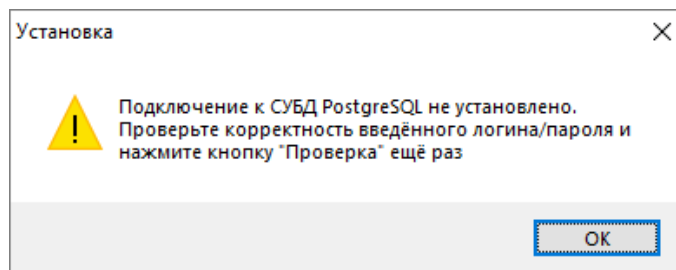

Рисунок 2-34 Информация об отсутствии подключения к СУБД
- если подключение не будет установлено, то отобразится окно с соответствующей информацией (см. Рисунок 2-34). Закройте информационное окно, внесите необходимые изменения, после чего повторите проверку подключения к СУБД;